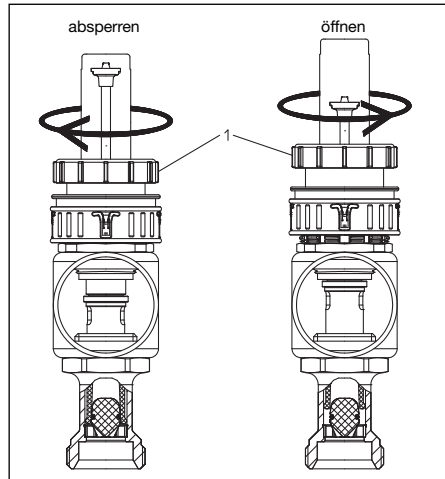

Abb. 7.2: Absperrn und öffnen der Durchfluss-Mess- und Reguliereinsätze
7.3. Absperr- und Öffnungsvorgang (Abb. 7.2)